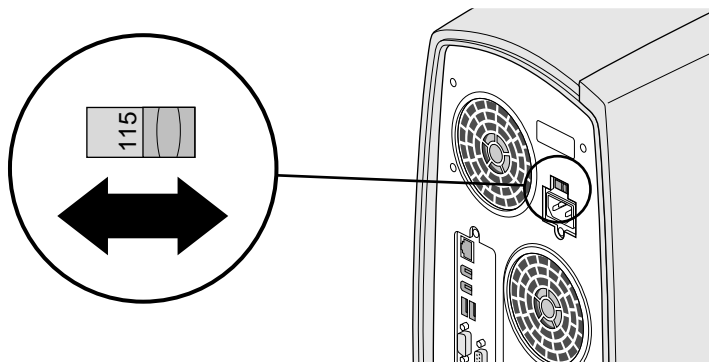

図 1-6 電圧スイッチの設定の確認
5. システム背面の電源ポートの上にある電圧スイッチをチェックして、使用しているコンセントに合った電圧設定になっていることを確認します（図 1-6）。